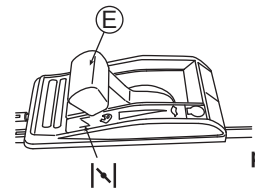

рис. 12
3 Установите рычаг газа (E) в положение закрытой заслонки (См. Рис. 12.) (В случае, если двигатель теплый, его можно запускать установкой рычага в положение .)